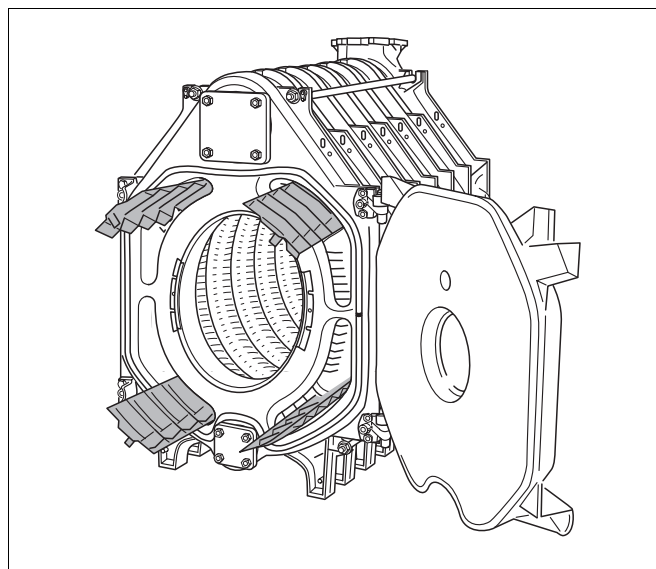

Fig. 31 Røykgass-styreplater (kun kjel med 8 – 11 elementer)
- Ta røykgass-styreplatene ut av kassen med beslagdeler og legg dem inn i røykgasskanalene i samsvar med den **støpte påskriften** (se også fig. 31 og tabellen nedenfor).